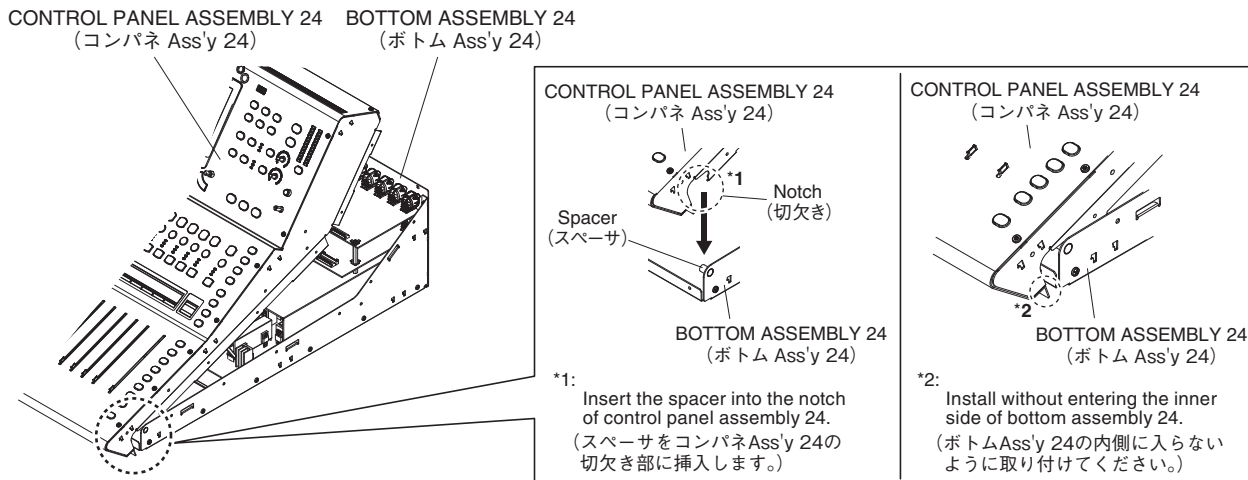

Fig. 4 (図 4)
* **When installing control panel assembly 24, see Fig. 4. Be careful not to tuck connector cables inside.**
※ コンパネ Ass'y 24 を取り付ける時は、図 4 を参照してください。また束線を挟み込まないように注意してください。